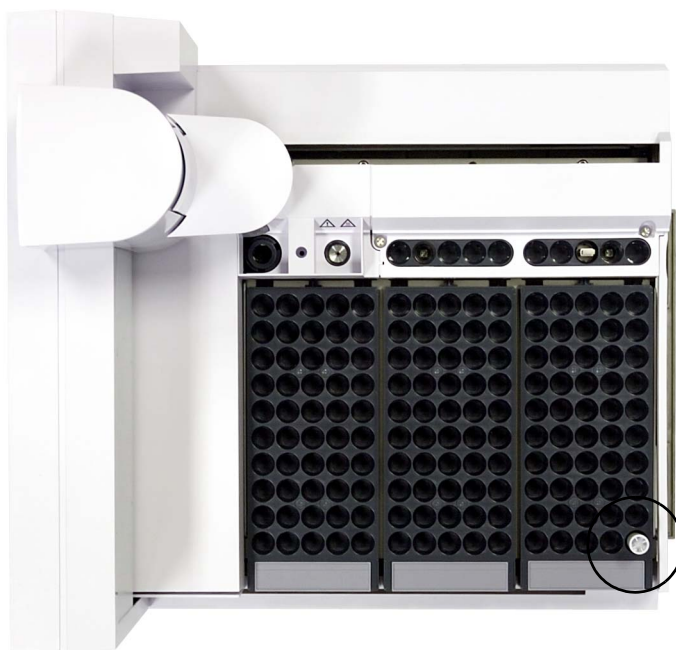

Figure 79 Position 1 du porte-échantillons
- 1 Placez le flacon d'étalonnage (G4514-40588) dans la position 1 (voir Figure 79) du porte-échantillons.